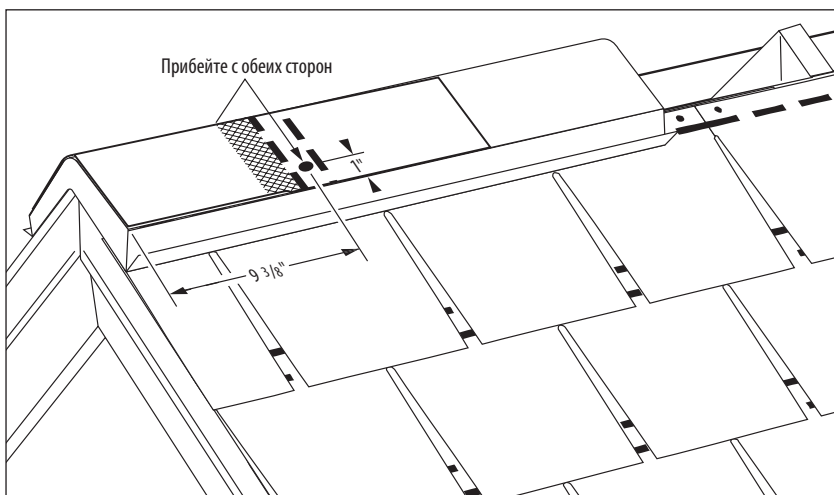

Рис. 14-18. Монтаж покрывающего гонта. Первый ряд.
Затем уложите целый кусок размером 455 мм x 305 мм на начальный кусок, согнув его по центральной линии и придав форму, необходимую для укладки на ребро или конёк, вровень с нижней и боковыми кромками начального гонта. Закрепите двумя (2) гвоздями, как показано в разделе «Крепёж» (см. Рис. 14-18).